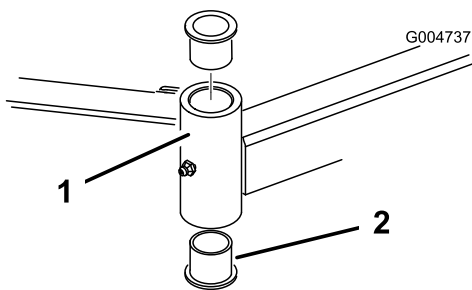

Bild 87
4. Stecken Sie einen Dorn oben oder unten in das Befestigungsrohr und treiben die Büchsen heraus (Bild 87). Treiben Sie dann die andere Büchse aus dem Rohr heraus. Reinigen Sie die Innenseite der Rohre.